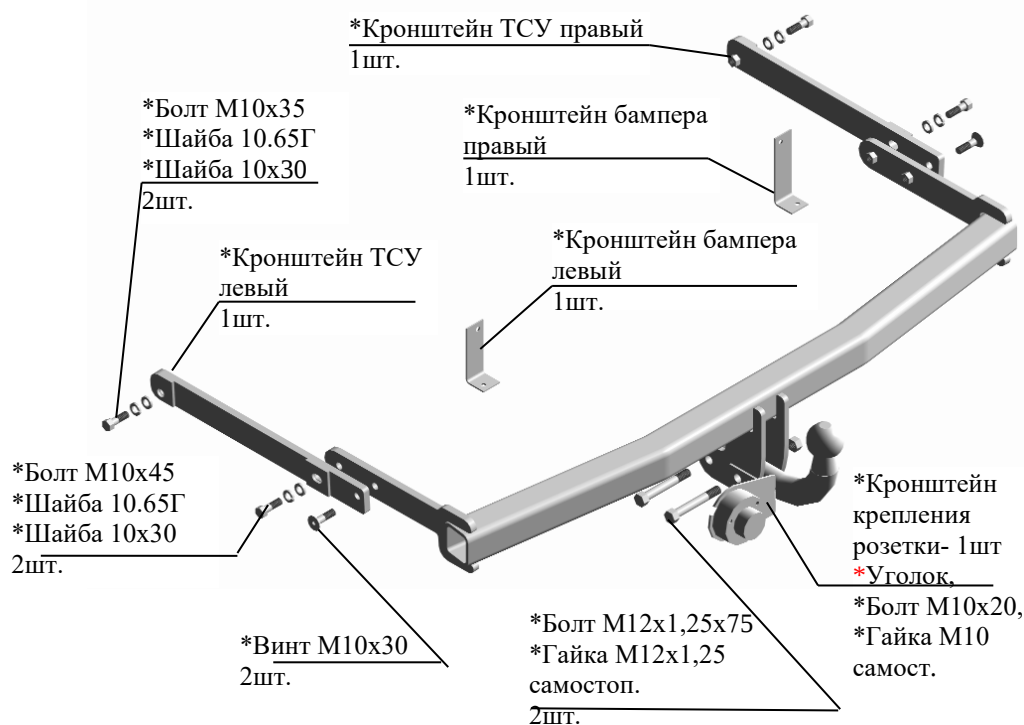

Рис.1 Тягово-сцепное устройство 6030
2.1 ТСУ 6030 в сборе (рис.1)	1 шт.
2.2 Пакет с комплектующими (см. рис.1)	1 шт.
4.3 Закрепить кронштейны ТСУ левый и правый к ТСУ винтами М10х30 (в соответствии с рис.1).
4.5 Закрепить ТСУ через передние отверстия к наружным полкам лонжеронов болтами М10х35 и М10х45 (соответственно рис.1). Под головки болтов подложить шайбы 10.65Г и шайбы 10х30.
5.3 После фиксации сцепной головки прицепа на шаре, осуществить страховочную связь автомобиля с прицепом, страховочную цепь крепить за нижнее отверстие в кронштейнах шара (на рис. 1 отверстие условно не показано). **Категорически запрещена эксплуатация прицепа без установленных страховочных цепей (тросов).**